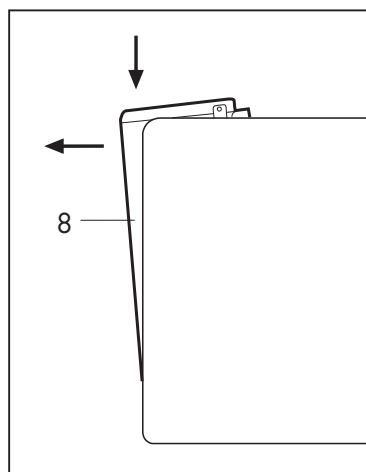

Fig. 1
- Estrarre il serbatoio (8) premendo con la mano verso il basso e spingendolo fuori dal corpo macchina. **(Fig.1)**